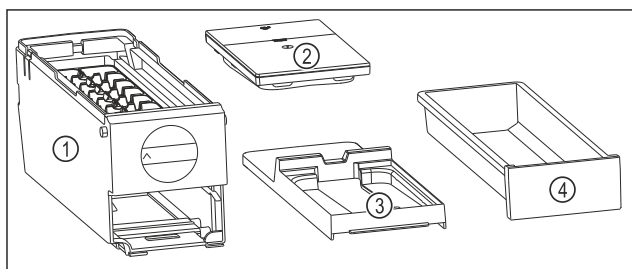

Fig. 174 Составные части EasyTwist-Ice
- ▷ EasyTwist-Ice разобран на четыре части. (см. Fig. 174)
- ▶ Разбирайте EasyTwist-Ice только на составные части, представленные на рисунке. (см. Fig. 174)
- ▶ Очищайте корпус EasyTwist-Ice Fig. 174 (1) как цельное устройство.